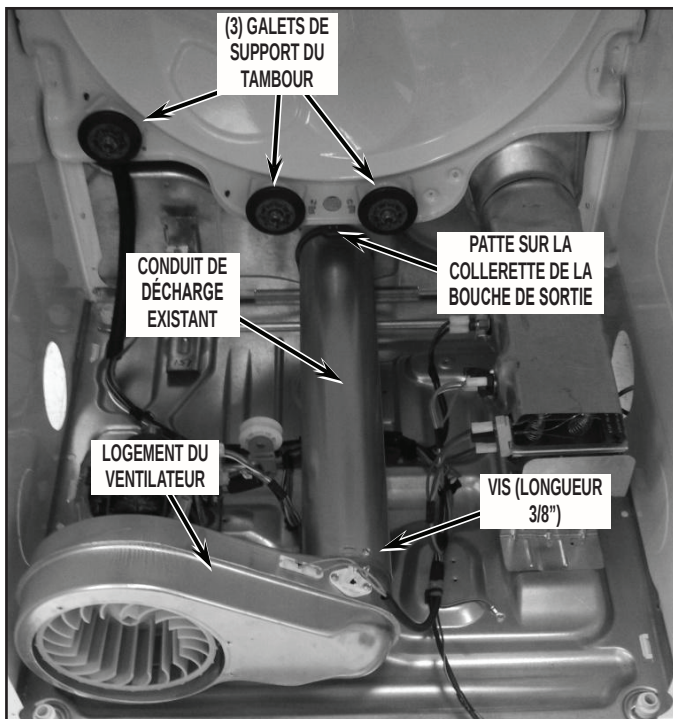
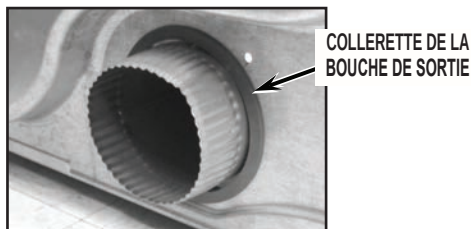

FIGURE 10 (ILLUSTRATION POUR UNE SÈCHEUSE ÉLECTRIQUE)
FIGURE 11
13. Déposer le conduit de décharge existant – ôter la vis (longueur 3/8") qui fixe le conduit de décharge à la sortie du logement du ventilateur; voir la Figure 10.
14. Déposer la collerette de la bouche de sortie : appuyer sur les trois (3) pattes de la collerette (voir la Figure 10) et extraire la collerette du panneau arrière de l'appareil. Voir la Figure 11.
2. Remettre en place le tambour et la courroie d'entraînement du tambour; veiller à ce que le tambour repose correctement sur les galets de support à l'arrière du tambour (Figure 10) et à ce que la courroie ne s'accroche pas sur un autre composant au-dessous.